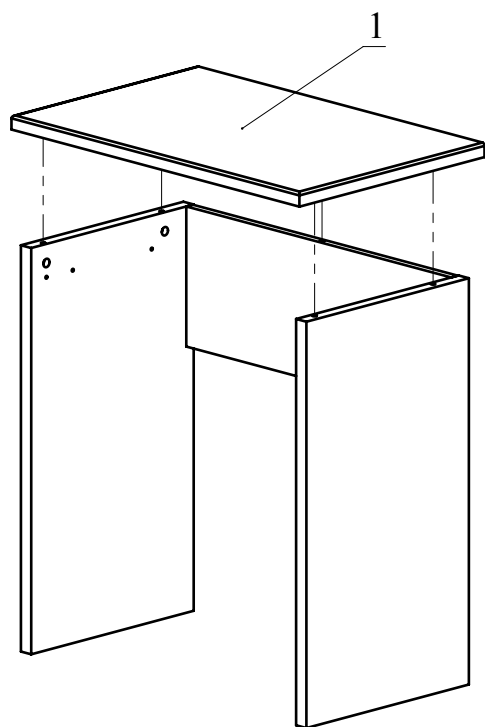

Рис. 7
5. Соедините деталь 1 с полученной конструкцией и затяните головки минификс (Рис. 7).